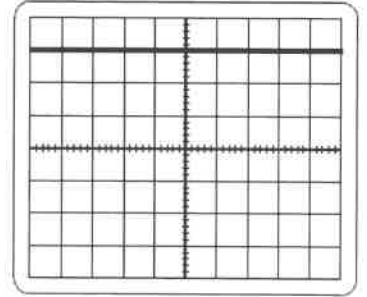

Figure 2
2) La figure 2 montre l'oscillogramme donné par l'oscilloscope branché aux points A et B.